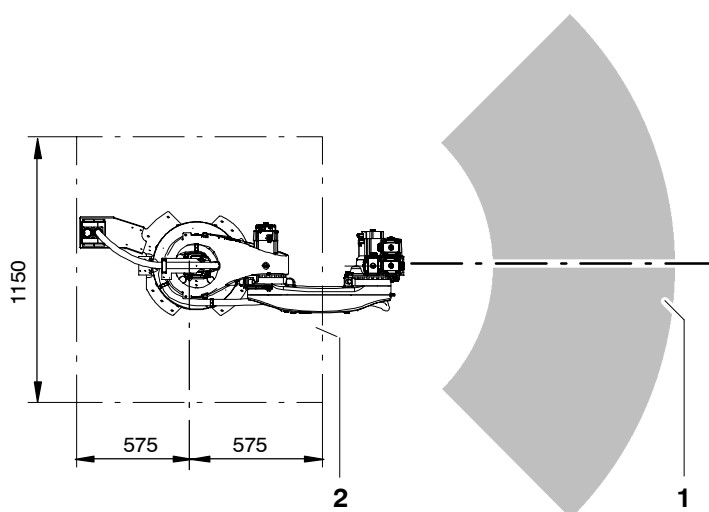

Fig. 58 Affectation enveloppe d'évolution et fondations en béton
- (3) Repérer la position du manipulateur par rapport à l'enveloppe d'évolution (Fig. 58/1) sur les fondations en béton (2) et amener le manipulateur en position de montage.
- (4) Aligner horizontalement le manipulateur.
Lorsque vous percez les trous, veillez à respecter la position de montage correcte du manipulateur, c'est-à-dire la position par rapport à l'enveloppe d'évolution (Fig. 58/1).